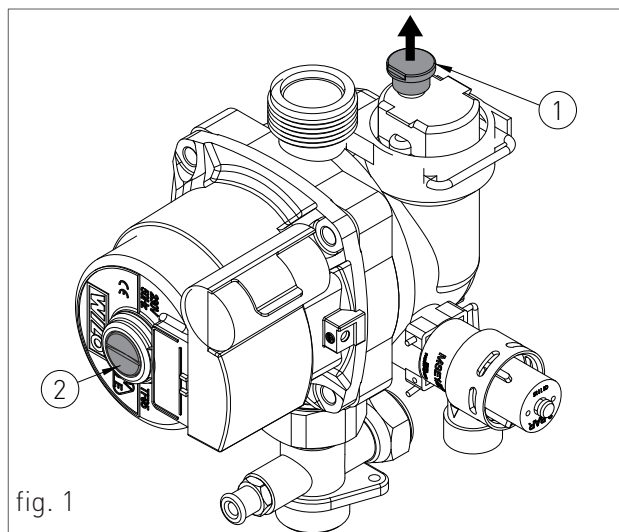

fig. 1
2. sollevare il tappo della valvola jolly del circolatore (1-fig. 1) per permettere all'aria di fuoriuscire dall'impianto;
6. svitare il tappo del circolatore (2-fig.1) per eliminare eventuali bolle d'aria e richiuderlo alla fuoriuscita di acqua;